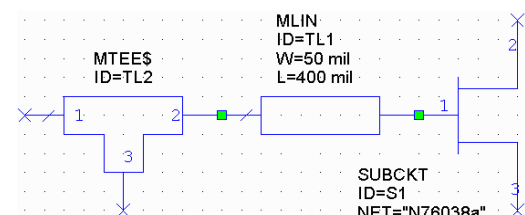

Рис. 5.11
5. Нажмите левой кнопкой мышки на модель **MTEES** и, не отпуская кнопки мышки, перетащите элемент в окно схемы, отпустите кнопку, поместите элемент так, чтобы соединить его с левым узлом элемента **MLIN**, как показано на рис. 5.11 и щёлкните левой кнопкой мышки, чтобы зафиксировать его.